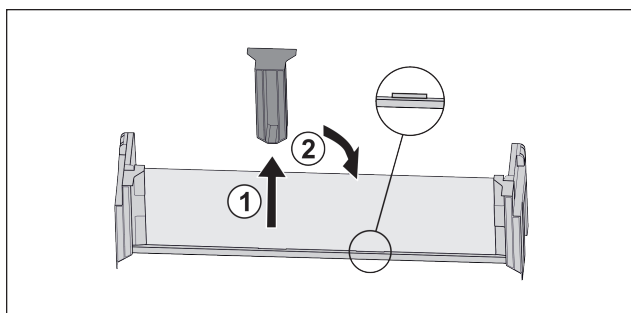

Fig. 103
- ▶ Extraire la pièce de retenue centrale Fig. 103 (1).
- ▶ Insérer la pièce de retenue centrale en deuxième position Fig. 103 (2).